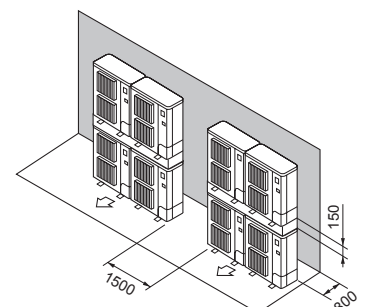

Fig. 2-19
- ⑦ Stabilede enheder arrangement (Fig. 2-19)